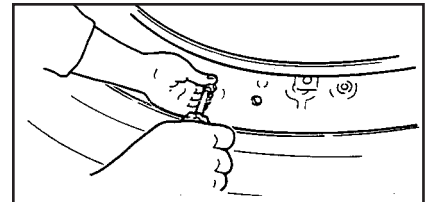

Abbildung 1
4. Den Ventileinsatz entfernen; die Luft völlig aus den Reifen ablassen. (Siehe Abb. 1.)